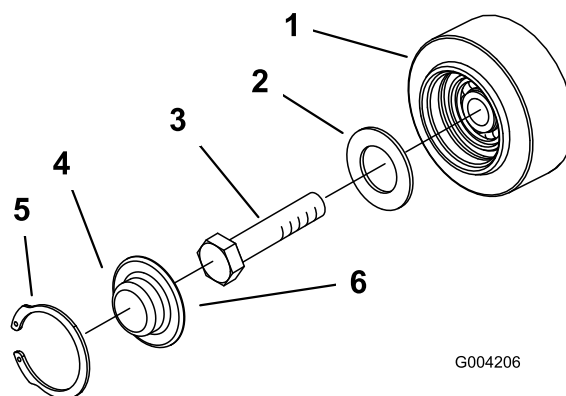

Figura 46
3. Retire la anilla a presión y el tapón de una de las ruedas de rodaje (Figura 46).
4. Compruebe la grasa que hay debajo del tapón y alrededor de la junta (Figura 46). Si está sucia, tiene arenilla o queda poca grasa, elimine toda la grasa, cambie la junta, y añada grasa nueva.
6. Coloque el tapón engrasado sobre la cabeza del perno (Figura 46).
7. Sujete el tapón de la rueda de rodaje con la anilla a presión (Figura 46).